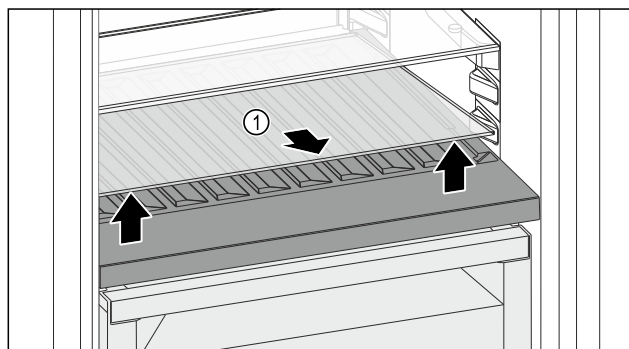

Fig. 98
- ▶ Ridicați în față și extrageți placa de sticlă Fig. 98 (1) din degajare.
- ▶ Păstrați placa de sticlă Fig. 98 (1) în siguranță în afara aparatului.